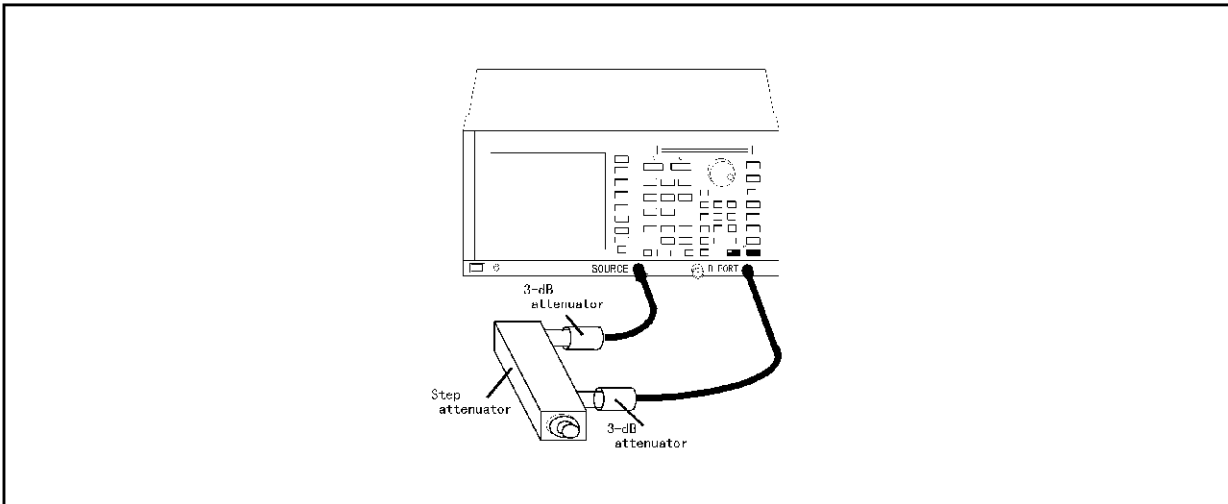

図 10-30 B PORT のダイナミック・レベル確度測定接続
- (1) 2個の3dB固定アッテネータ、ステップ・アッテネータを2本のRFケーブルを使用して、SOURCE-B PORT間を図10-30のように接続します。